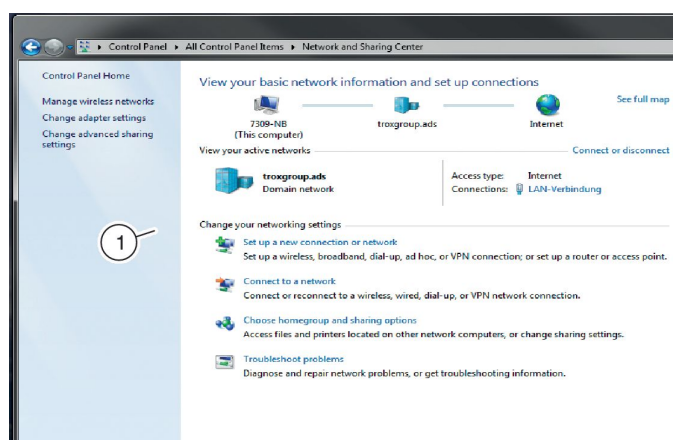

Рис. 38: Настройка нового подключения или сети
2. Выберите «Настроить новое подключение или сеть» (Рис. 38/1).